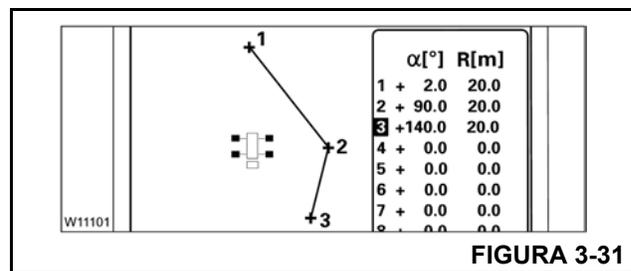

FIGURA 3-31
4. Introduzca el siguiente punto (2, Figura 3-31) de la misma forma, por ejemplo, +90° y 20 m.
5. El punto (2) se conecta con el punto (1), se ha introducido un objeto.